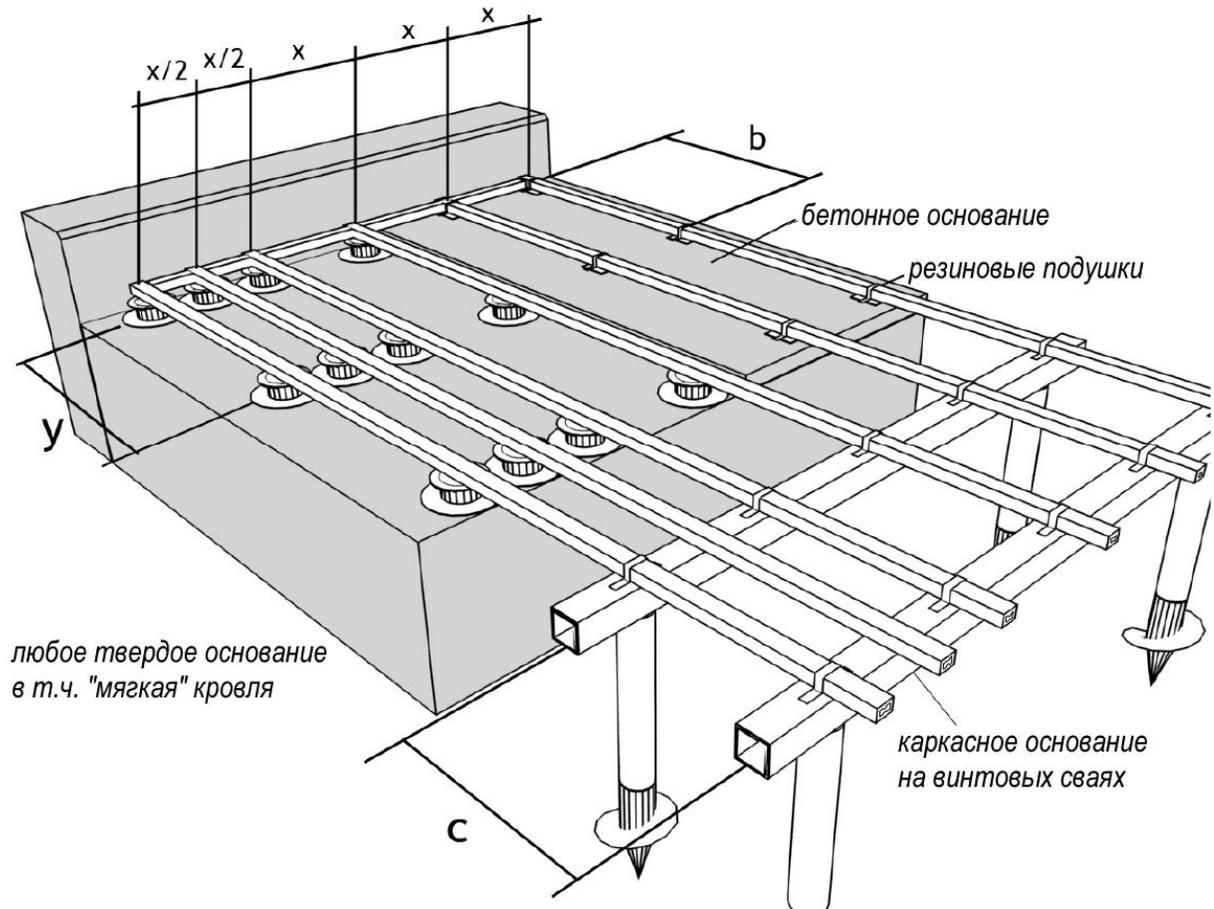

Рис.6
Для установки каркасного основания, способного нести существенную нагрузку (от  $1000 \text{ кг/м}^2$ ), рекомендуется использовать металлическую квадратную трубу размером не менее  $80 \times 80 \text{ мм}$ , либо деревянный брус не менее  $100 \times 100 \text{ мм}$ . Расстояние между несущими ригелями «С» (Рис.6) не должно превышать  $300 \text{ мм}$  при применении монтажных лаг из древесно-полимерного композита.
*При любом виде основания, кроме регулируемых опор, монтаж лаги необходимо осуществлять с использованием оцинкованной перфорированной металлической ленты (Рис. 6). Крепежные элементы должны располагаться таким образом, чтобы после монтажа профилей из ДПК, монтажные лаги могли беспрепятственно расширяться. Такой способ крепления позволит избежать коробления настила при линейном расширении лаги.*